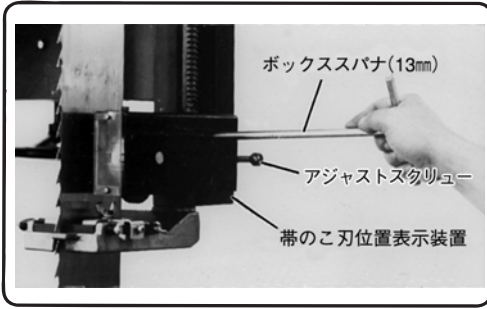
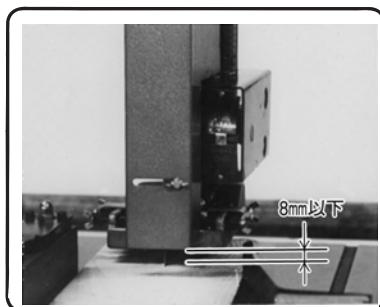

図 14
図 29
- (1) ロックレバーをゆるめ、セリ上下ハンドルを回して、木材とセリベースのすきまが8mm以下になるよう調整します。(図29)
- (2) 起動スイッチの「入」ボタンを押し、モーターを起動させて、帯のこ刃を回転させます。
- (3) テーブルの上に木材を静かに載せ、ゆっくりと送り込みます。
- (4) 木材の送り込みは図14のようにガイドの先端を目安にします。